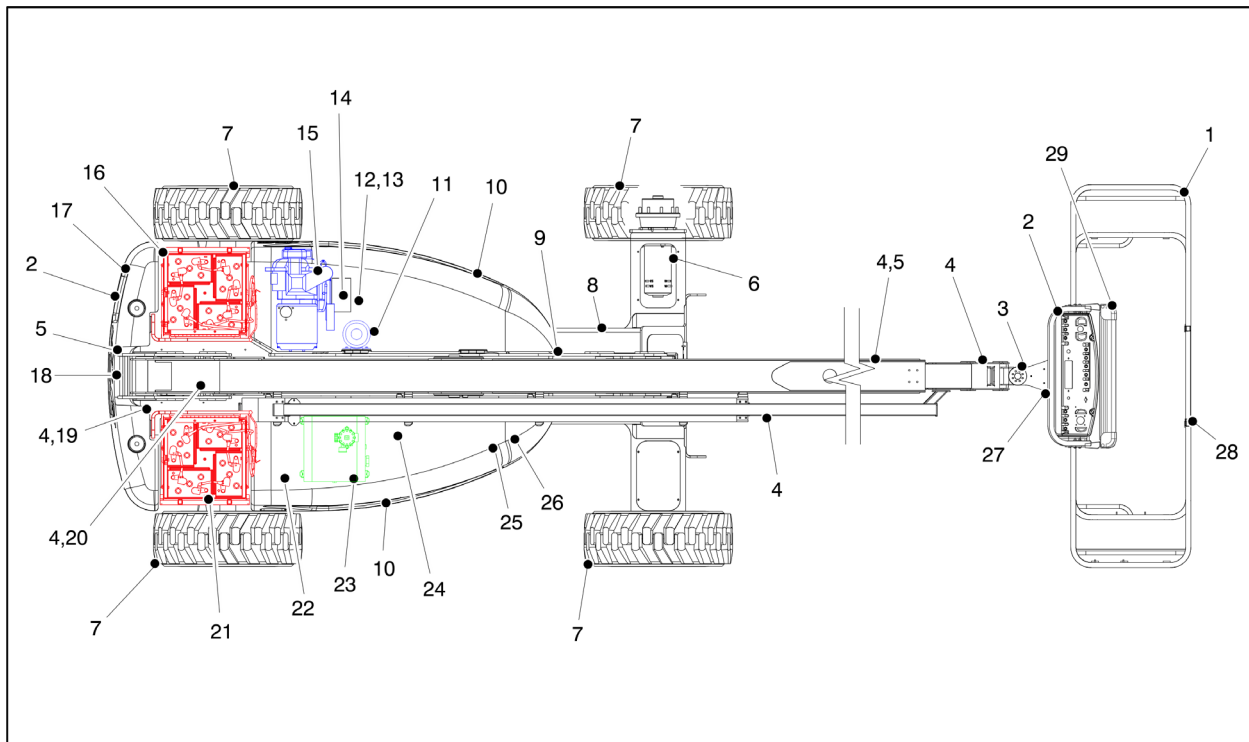

Fig. 2-4. Daglig "rundvandrings"-inspektion – Blad 1 av 4
- 4. Rundvandningsinspektion** – se Fig. 2-4., Fig. 2-5. och Fig. 2-7.